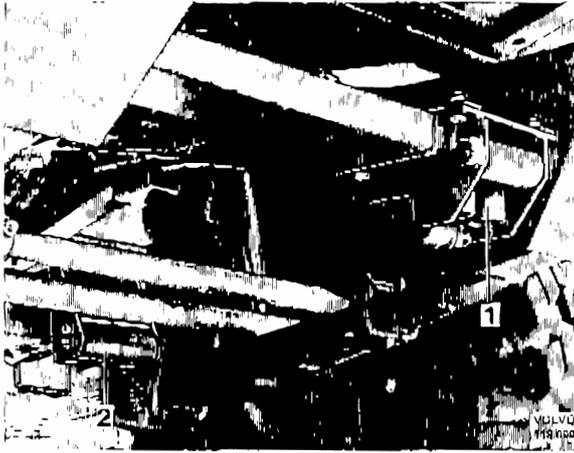

Bild 34. Linledare
1. Dra vjeren igenom främre linledaren. (1 bild 34) Lossa linledarringen från fjädern vid växellådsfästet.